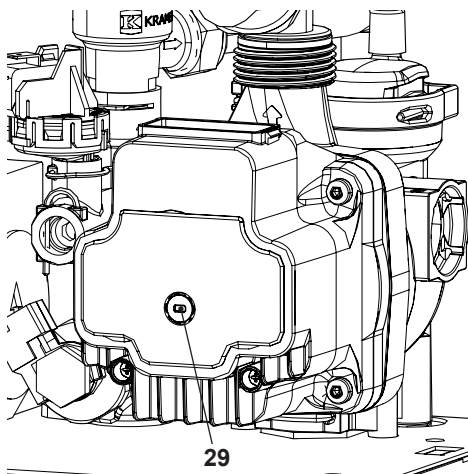

Figura 9.18
- Togliere il tappo 29 in Figura 9.18 e sbloccare la pompa ruotando il rotore con un cacciavite.